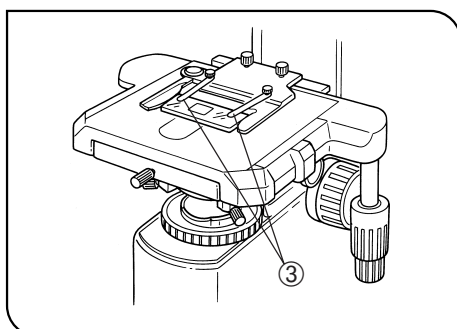

Abb. 16
Durch Adsorption des Immersionsöls kann sich das Objekt verschieben. In diesem Fall empfiehlt sich die Verwendung der als Zubehör erhältlichen Objektklammer BH2-SCB-3 ③ für Ölimmersionsobjektive. (Abb. 16)